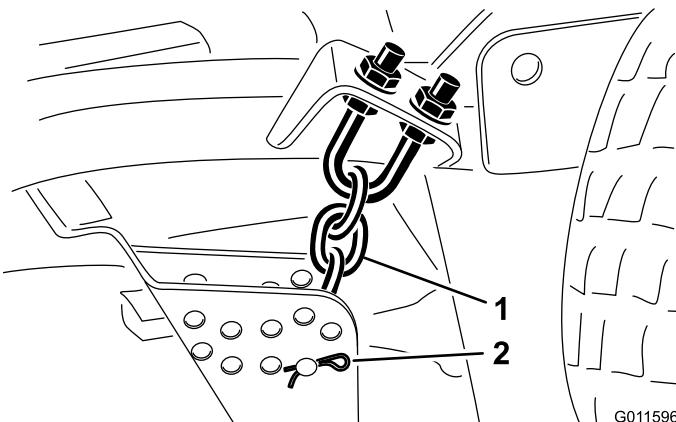

**Figura 2**
- Estraete il giunto elastomerico dall'accoppiamento della puleggia. Ispezionatelo in cerca di eventuali segni di usura e, se necessario, sostituitelo. Altrimenti conservatelo per montarlo sul nuovo apparato di taglio frontale (Figura 2).
**Nota:** Controllate che il mozzo del giunto non sia usurato, e sostituitelo se è danneggiato (Figura 2).